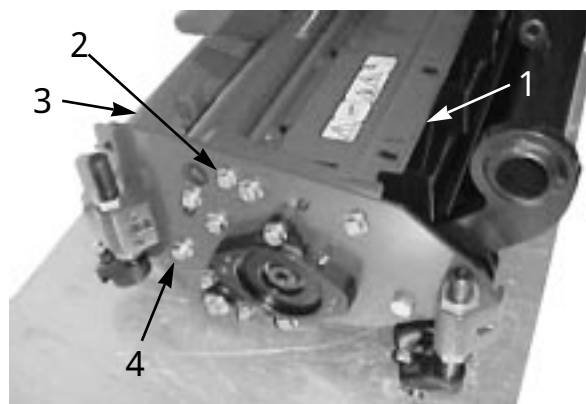

図 2
- 2．シールドを右サイドプレートに固定しているフランジヘッド・キャップスクリューをゆるめ、角度を調整し、再び固定する（図2）。
- 1．後シールド（図2）を開けるには、シールドを右サイドプレートに固定しているキャップスクリューをゆるめ、シールドを所望の角度にセットし、キャップスクリューで再び固定する。